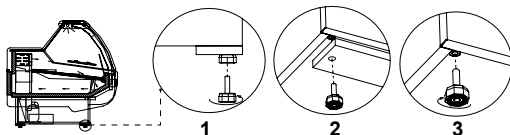

Рис.3 Удаление деревянного поддона
- Распаковать оборудование и удалить деревянный поддон, находящийся на подставке (не касается передвижных устройств) Рис.3 (стр.44)